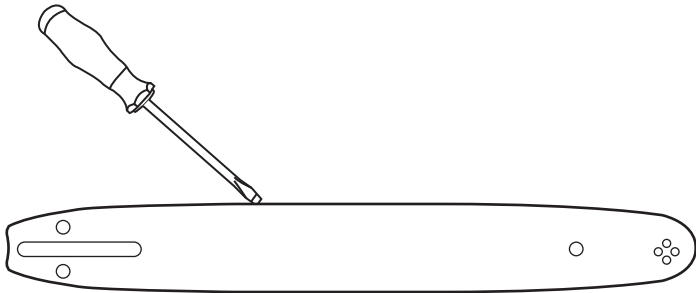

Abb. 28
1. Nehmen Sie die Schutzabdeckung (13) wie unter „8.2 Vorbereitung“, Schritte 1 und 2 beschrieben, ab.
2. Nehmen Sie die Führungsschiene (7) mit Sägekette (8) von der Aufnahme (28).
3. Nehmen Sie die Sägekette (8) von der Schiene (7).
4. Reinigen Sie die Führungsschiene (7) mit einem geeigneten Schraubendreher oder einem ähnlichen Werkzeug (Abb. 28).